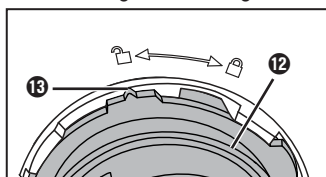

Abb. 6
- 6) Drehen Sie die Halterung **12** gegen den Uhrzeigersinn, bis die Markierung **13** an der Halterung **12** auf das -Symbol am Teigbehälter **15** zeigt (**Abb. 6**). Entnehmen Sie die Halterung **12** samt Teigwelle **10**.